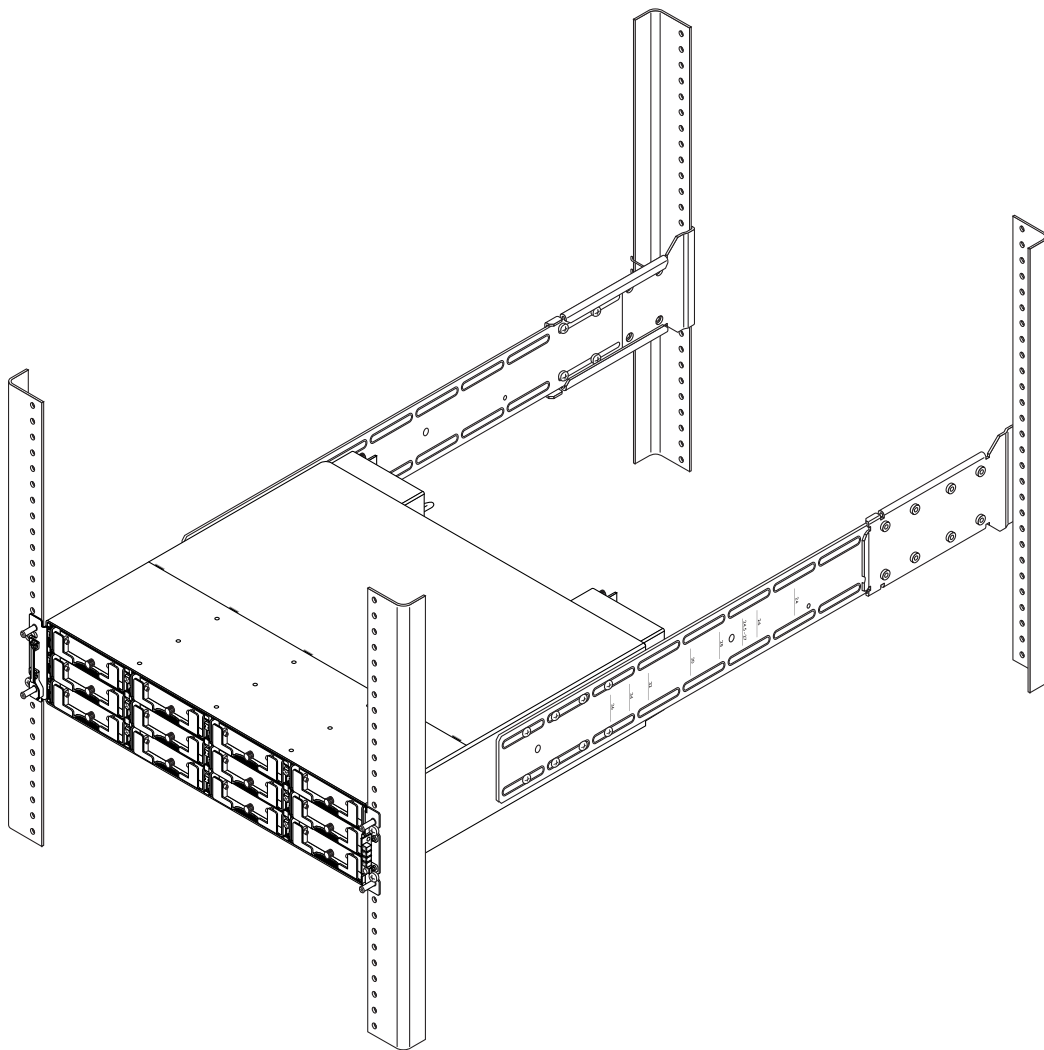

图 2-1 用后支架安装完成之后，不带机箱帽和前盖、通过机架安装的机柜阵列
- 对于深度从 24 到 36 英寸（60.96 到 91.44 厘米）的阵列，可以用后支架和侧面支架装入机柜。图 2-1 显示用后支架和侧面支架将一台 Sun StorEdge 3000 系列 2U 阵列安装在标准 EIA 机柜中。
安装过程中请参阅表 2-1 中所列部件以及图 2-1 的示意图。该表给出了在机柜中安装阵列所需的主要组件和紧固件。